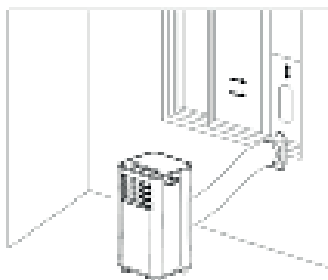
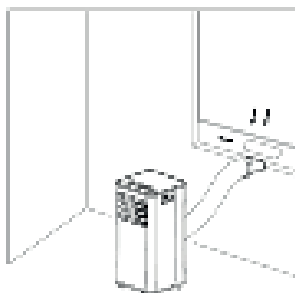

Fig. 3
Fig. 4
2) Verlängern Sie das Absaugrohr und rasten Sie das flache Ende der Absaugrohrverbindung in das Loch der Scheibenabdichtung (wie in Fig.3 und Fig.4 abgebildet).